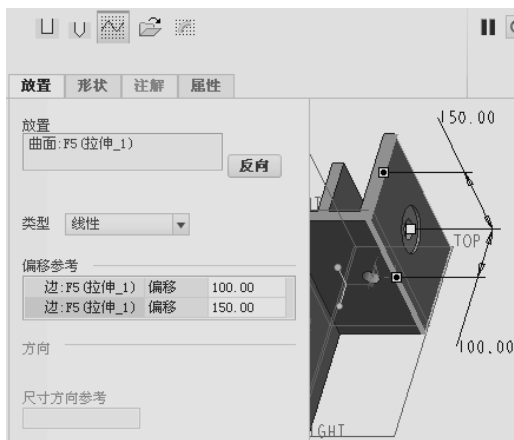

图 4-15 定义偏移参照及其偏移距离尺寸
- 7 打开“放置”面板，定义孔的放置类型。在本例中默认选择“线性”选项。接着分别将两个偏移放置控制滑块拖动到相应的偏移参照上，并在“偏移参考”收集器中设置相应的偏移距离尺寸，如图 4-15 所示。